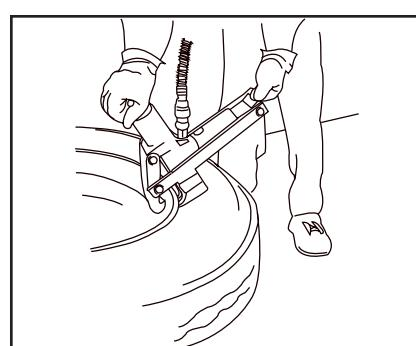

Figura 3
1. Haga funcionar la bomba hidráulica accionada neumáticamente de modo que su mandíbula empiece a empujar contra el rin. (Vea la Figura 3.) Asegúrese que los dientes acuñados estén insertándose entre la ceja y contra la brida del rin.